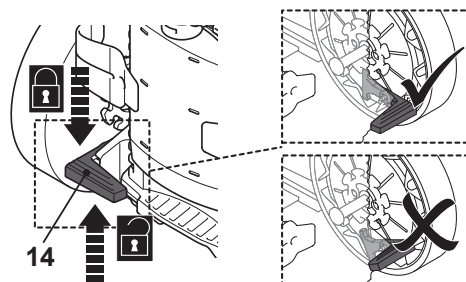

Fig. 20
1. Pise no pedal do freio (14) para travar a roda traseira. Mova ligeiramente a roda para garantir que a alavanca do freio está engatada corretamente. (Fig. 20).